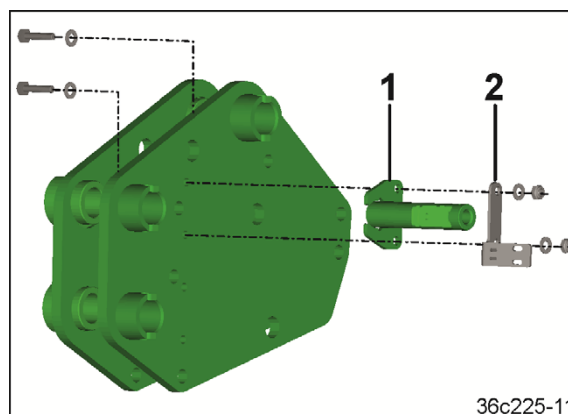

Fig. 112
2. Visser le logement (Fig. 112/1) et le support de capteur (Fig. 112/2) au point d'accouplement supérieur.